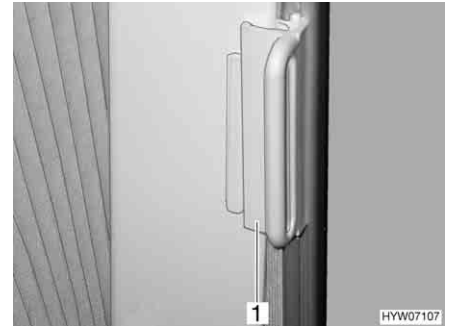

Fig. 25 Dispositivo di bloccaggio per la tendina oscurante pieghevole
- Spingere l'impugnatura (Fig. 25,1) fino al sopralzo. La tendina oscurante pieghevole è ora bloccata.